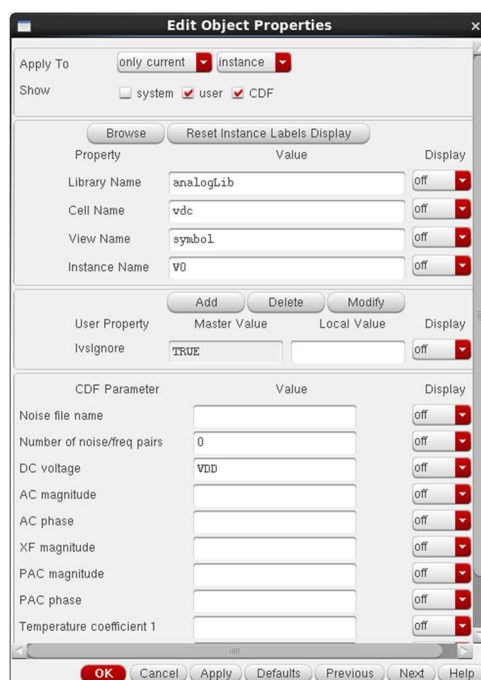

Рисунок 13 – Окно свойств элемента питания
7. Для настройки источника постоянного напряжения нужно обратиться к его свойствам (Properties), нажав по нему правой кнопкой мыши (рисунок 13), и выставить в пункте DC voltage значение 0,9 (что соответствует параметрам выбранных транзисторов). Параметр может быть задан переменной, например, VDD, что даст возможность проводить симуляцию с изменением значения параметра;